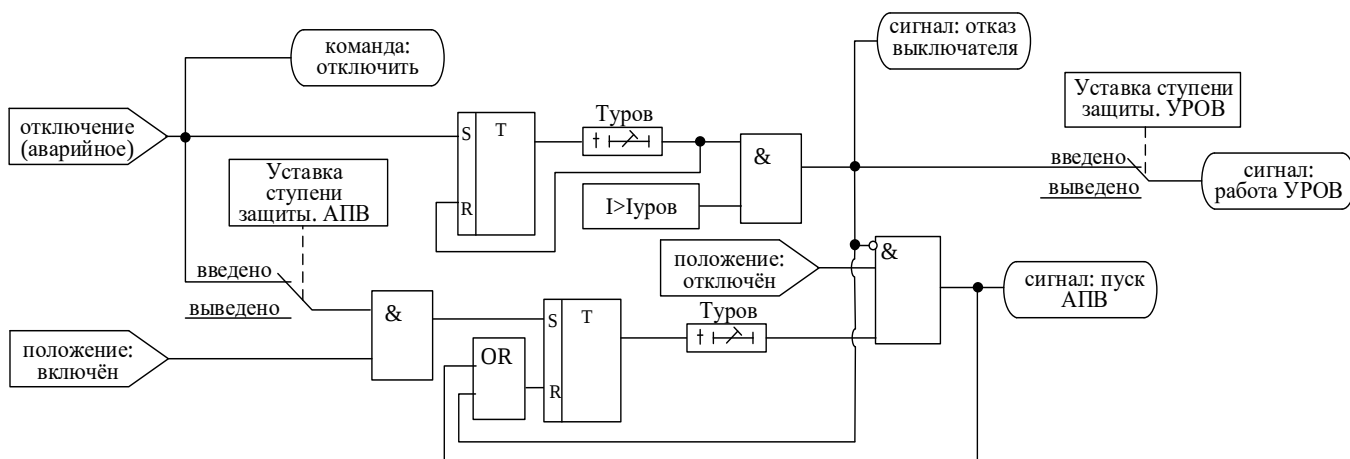

Рисунок 5.5 – Логика работы МР700 и МР730 при аварийном отключении
1. Выдаётся команда «отключить» (рисунок 5.5).